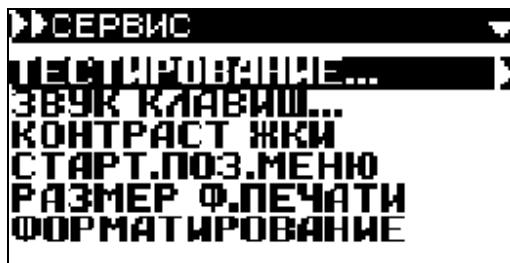

Рис. 5 Меню СЕРВИС
**СЕРВИС** и нажмите **Enter**. На дисплее отобразится меню СЕРВИС (рис. 5).